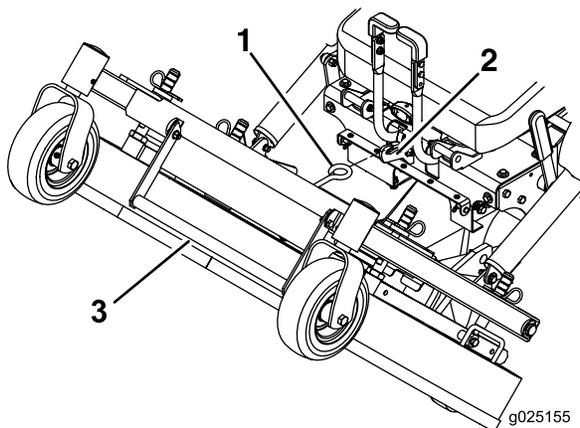

Figure 20
- À l'aide de la poignée de relevage du tablier, soulevez le tablier et verrouillez-le dans la position relevée (Figure 20).
- Tenez fermement la poignée de relevage du tablier de coupe, décrochez le verrou de la machine et abaissez lentement le tablier au sol (Figure 20).